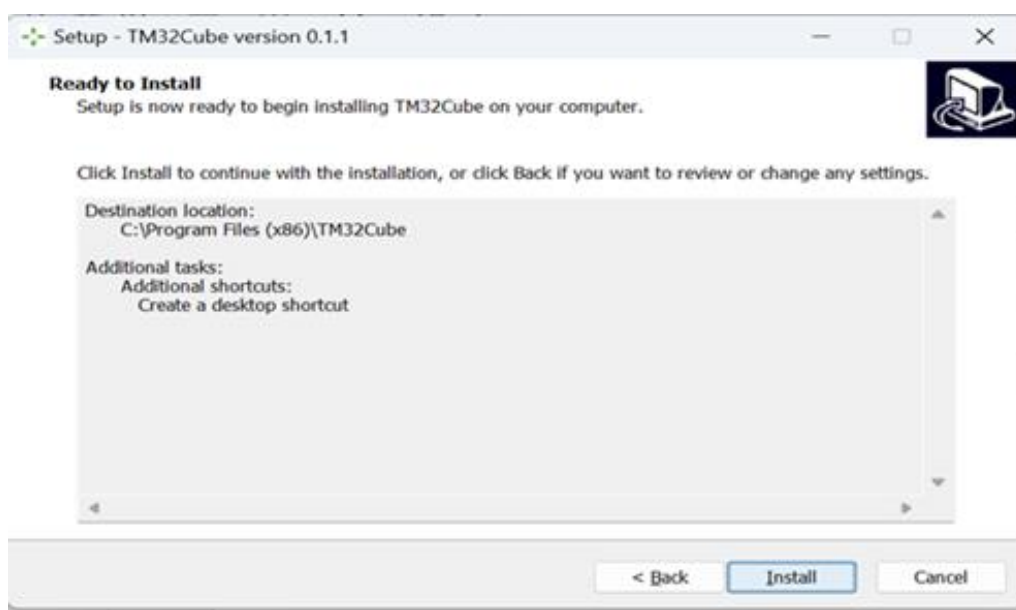

图 2-3 TM32Cube 安装向导对话框（信息确认）
4. 确认安装信息后，单击 Install 等待安装完成（参见图 2-3）。